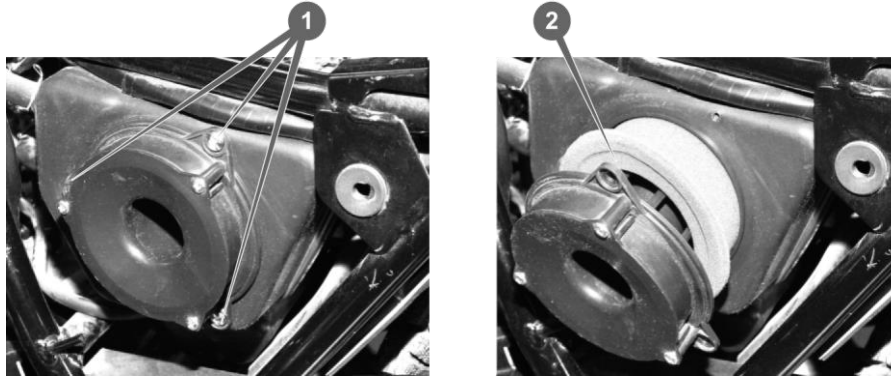

Рисунок 6.5. Повітряний фільтр і фільтрувальний елемент
На мотоциклі встановлений повітряний фільтр сухого типу (див. рис. 6.5.).
- відкрутити болти (1) кришки фільтра (див. рис. 6.5.), зняти кришку і витягти фільтрувальний елемент;